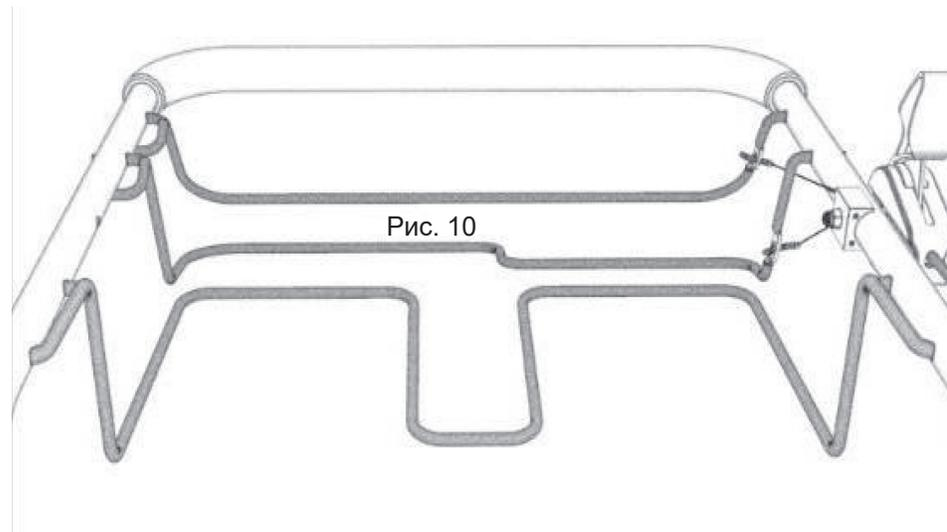

Рис. 11
■ Убедитесь, что кронштейн встал в крепёжные отверстия ровно, без перекосов (рис. 11)